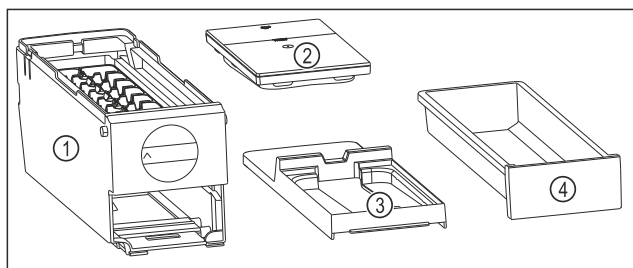

Fig. 119 Составные части EasyTwist-Ice
- ▷ EasyTwist-Ice разобран на четыре части. (см. Fig. 119)
- ▶ Разбирайте EasyTwist-Ice только на составные части, представленные на рисунке. (см. Fig. 119)
- ▶ Очищайте корпус EasyTwist-Ice Fig. 119 (1) как цельное устройство.